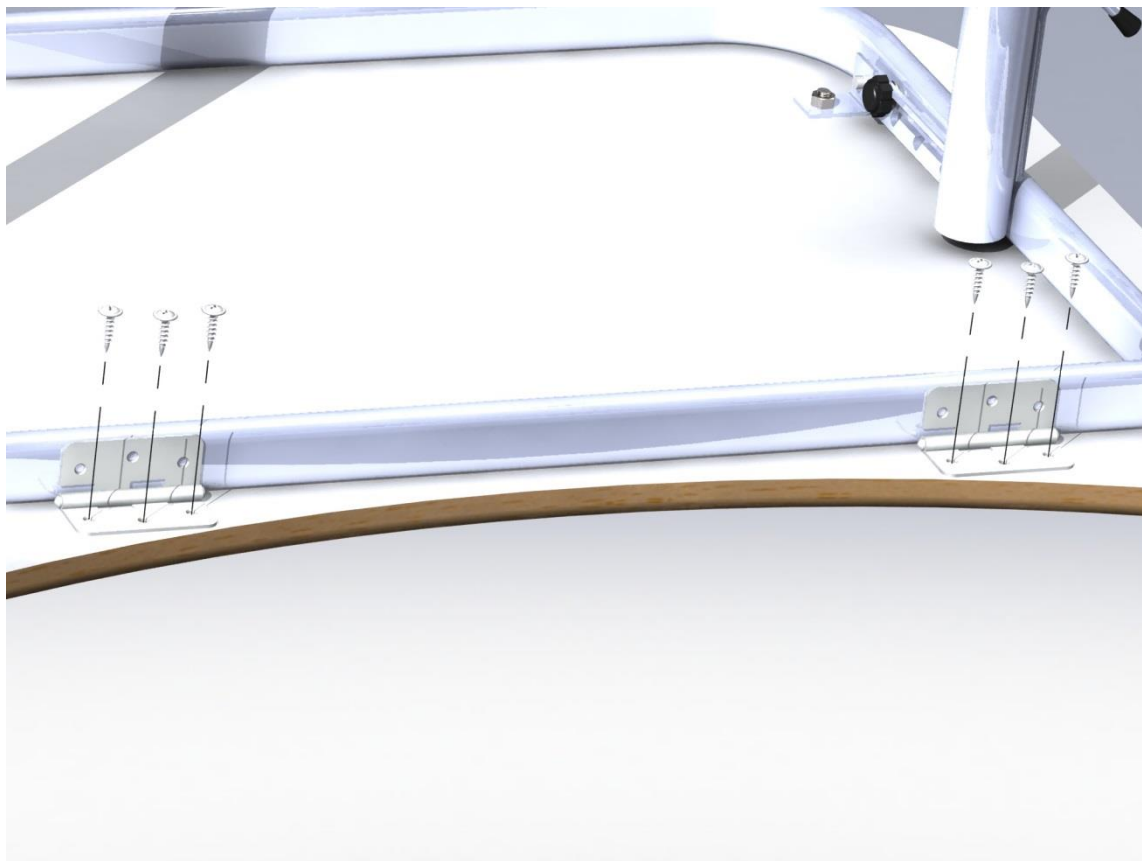

Рис. 4
6. Установить 6 шурупов 4,2x16 согласно схеме, представленной на рис. 4.